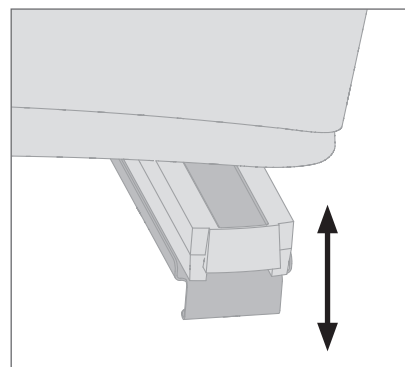

Figura 11. Abbassamento del vano batteria
1. Tirare verso il basso la maniglia del vano batteria per accedere alla batteria (vedi figura 11).
1. Accertarsi che il vano batteria sia in posizione abbassata (vedi figura 11).